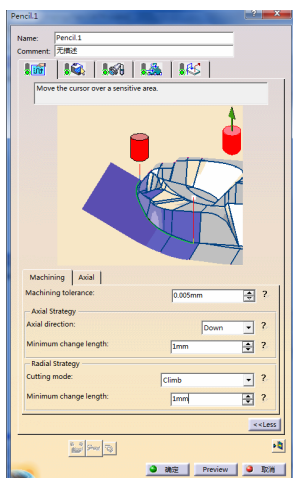

图 3-261 “Machining”选项卡（16）
- 在“Machining”选项卡（16）的“Machine tolerance”文本框中输入“0.005mm”，如图 3-261 所示。